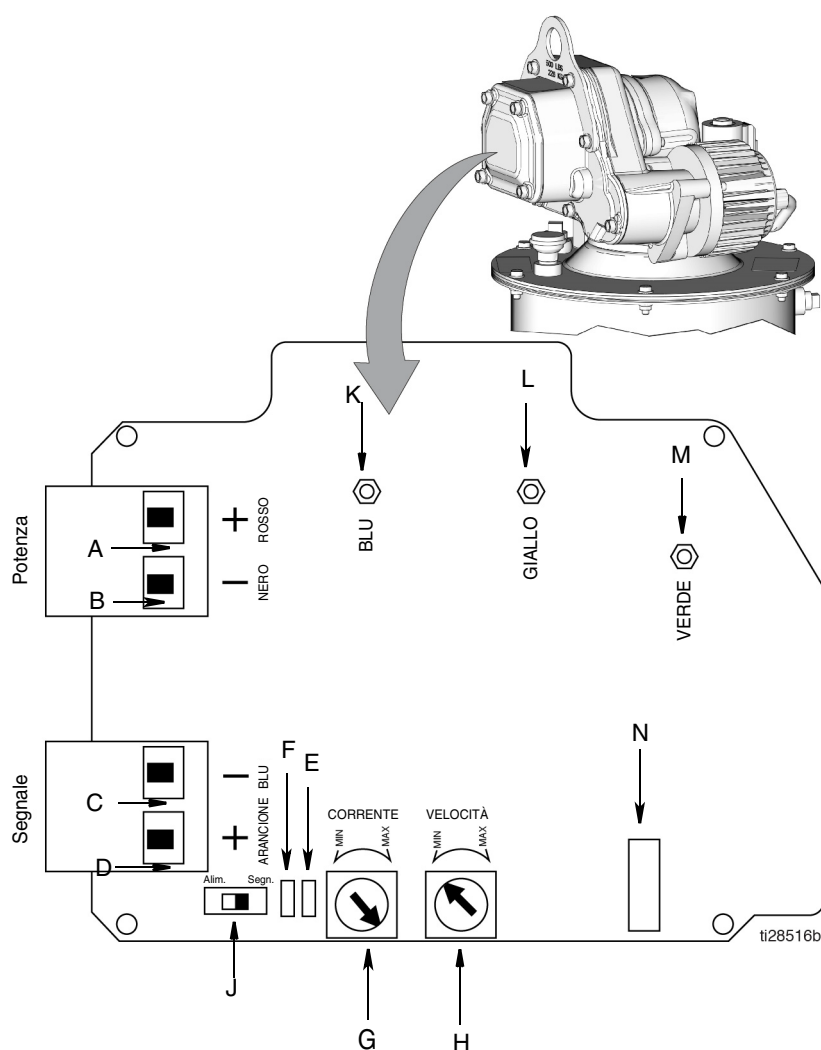

FIG. 9
- Quando l'interruttore di controllo della pompa (J, FIG. 9 pagina 11) è impostato sulla modalità segnale, il motore/la pompa funziona quando si applica tensione ai connettori di segnale e alimentazione.
- Quando l'interruttore di controllo della pompa (J, FIG. 9 pagina 11) è impostato sulla modalità alimentazione, il motore/la pompa funziona quando si applica tensione ai connettori di alimentazione. I connettori di segnale non richiedono tensione.